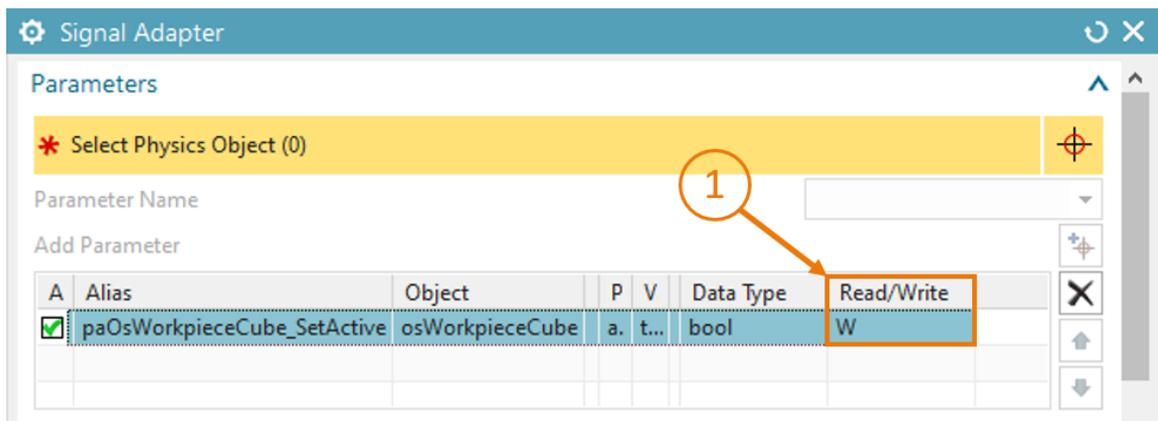
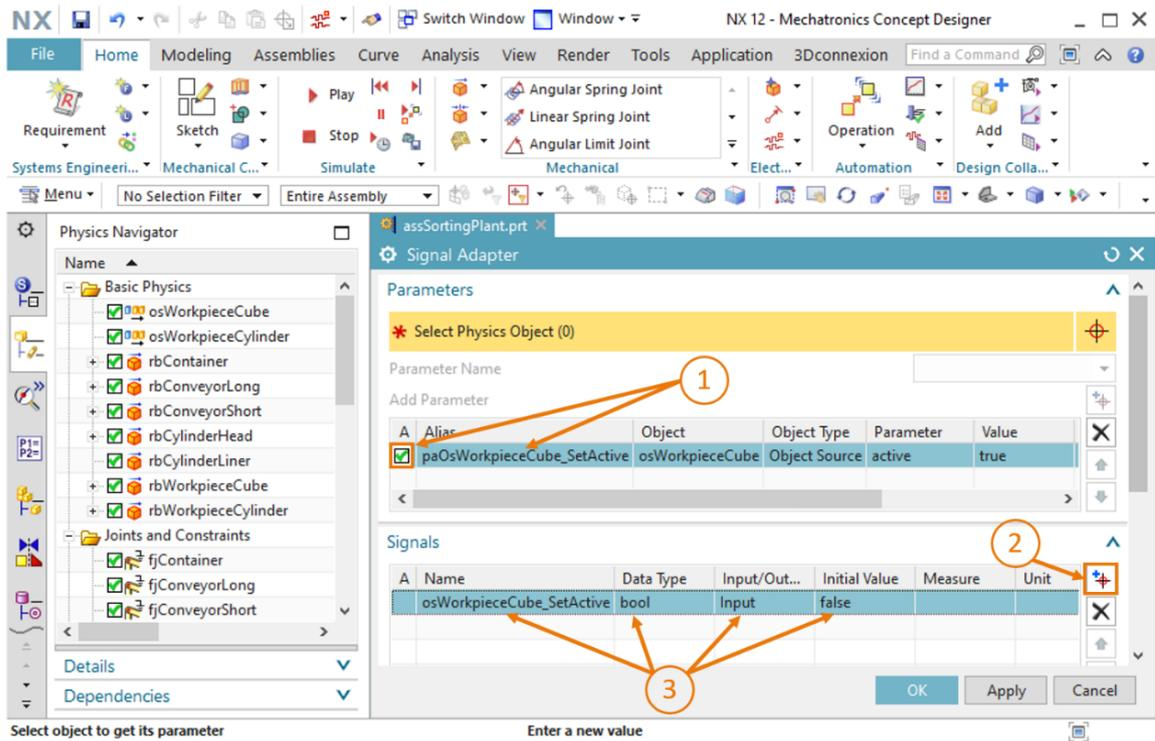

Figura 6: Proprietà di lettura/scrittura dei parametri
Figura 7: Creazione di un segnale adatto per un parametro
- Il parametro selezionato compare nella tabella del comando **"Parameters"** (Parametri). Modificarne l'alias in **"paOsWorkpieceCube_SetActive"** (vedi Figura 7, step 1). Il prefisso **"pa"** è l'abbreviazione di **"parametro"** e consente di distinguere chiaramente il nome dei parametri da quello dei segnali. Fare clic anche sulla casella all'inizio della tabella in modo da poter assegnare in seguito un segnale al parametro. Compare un segno di spunta . Se si scorre verso destra la scheda **"Parameters"** (Parametri) si visualizzano altre proprietà del parametro, ad es. la proprietà **"Read/Write"** (Lettura/scrittura) che indica se un parametro può essere letto (**"R"** = Read) o scritto (**"W"** = Write). Il parametro attuale **"paOsWorkpieceCube_SetActive"** può essere solo scritto (vedi Figura 6, step 1).
- Ora serve ancora un segnale associato a cui collegare il parametro. Fare clic sul pulsante **"Add"** (Aggiungi) nella scheda **"Signals"** (Segnali) (vedi Figura 7, step 2). Compare un nuovo segnale. Modificare le proprietà del segnale in base al parametro. Fare doppio clic sul nome di default del segnale **"Signal_0"** e modificarlo in **"osWorkpieceCube_SetActive"**. Selezionare lo stesso tipo di dati del parametro corrispondente, che in questo caso è **"bool"**. Il valore della proprietà **"Input/Output"** deve essere selezionato in base alla proprietà **"Read/Write"** (lettura/scrittura) del parametro. Se il parametro deve essere scritto, il segnale deve essere l'ingresso da una sorgente esterna (dalla prospettiva di MCD). Se il parametro viene letto, il segnale deve essere l'uscita verso un programma esterno. Poiché il parametro attuale **"paOsWorkpieceCube_SetActive"** viene scritto, si deve selezionare per il segnale **"osWorkpieceCube_SetActive"** il valore **"Input"**. Il valore di uscita selezionato nella tabella per il segnale deve essere impostato sullo stesso valore iniziale del segnale, in questo caso su **"false"** (vedi Figura 7, step 3).